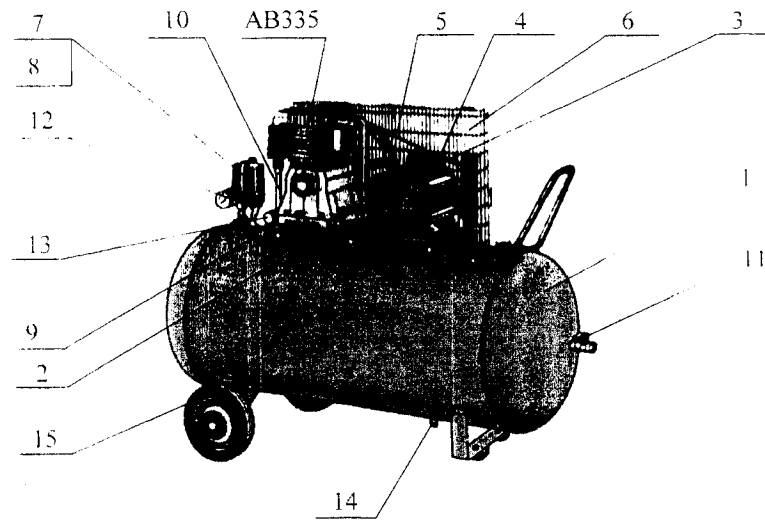
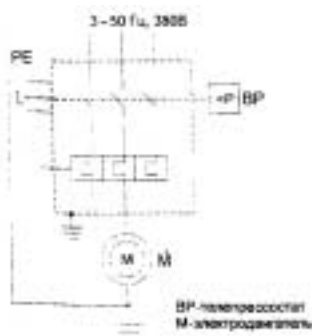

Рис.1
Рис.3
2.8. Общий вид компрессора представлен на рис. 1, 2 схема электрическая принципиальная — на рис. 3, 4.
Примечание: Комплект колес, амортизаторов (поз. 15, см. рис. 1) и детали их крепления упакованы отдельно.
5.1. Компрессор (рис. 1,2) состоит из следующих основных сборочных единиц и деталей: узла компрессора АВ 335, ресивера 1, платформы 2, электродвигателя 3 со шкивом 4, клиновых ремней 5, защитной решетки 6, прессостата 7, манометра 8, воздухопровода 9, нагнетательного воздухопровода К), клапана предохранительного 12, клапана обратного 13, клапана сливного 14, колес и амортизаторов 15.
Ресивер 1 (см. рис. 1,2) служит для сбора сжатого воздуха, устранения пульсации давления, отделения конденсата и масла. Ресивер является также корпусом, на котором смонтированы узлы и детали компрессора.